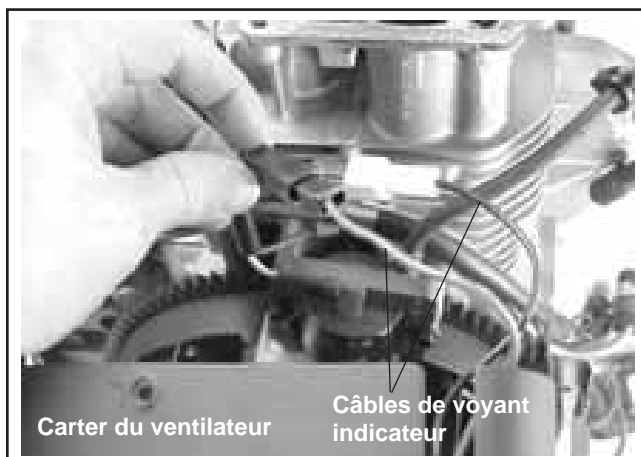

Figure 11-39. Connexion des câbles du voyant d'indication de l'Oil Sentry™.
1. Connecter les câbles de voyant d'indication de l'Oil Sentry™ (s'il y en a un). Voir la figure 11-39.